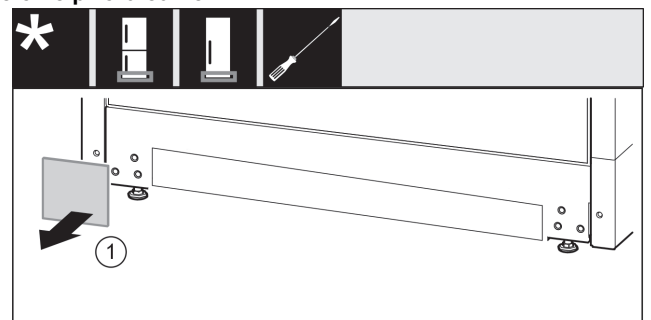

Fig. 17
- ▶ Nuimkite uždangalą. Fig. 17 (1)